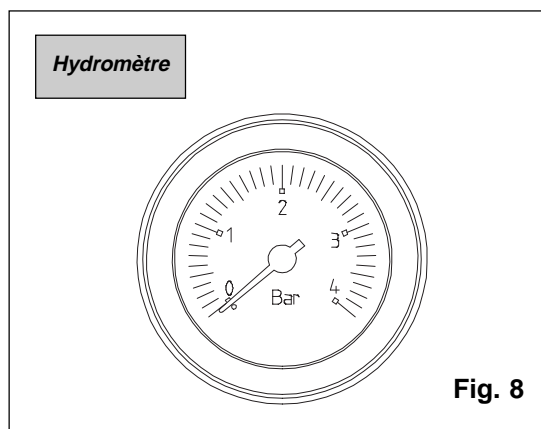

Fig. 8
- desserrez le tuyau de la soupape de dégagement de l'air automatique (A)
- ouvrez le robinet de nourrissage extérieur à l'installation jusqu'à ce que la pression indiquée par l'hydromètre n'arrive à 1 bar environ (fig. 8)